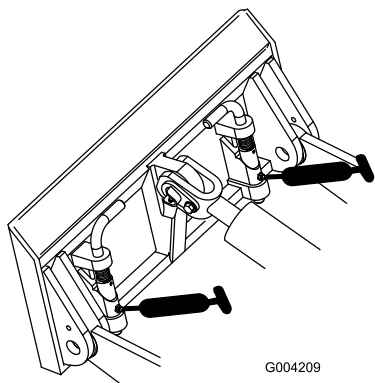

Figura 21
4. Conecte una pistola de engrasar a cada punto de engrase (Figura 20 y Figura 21).